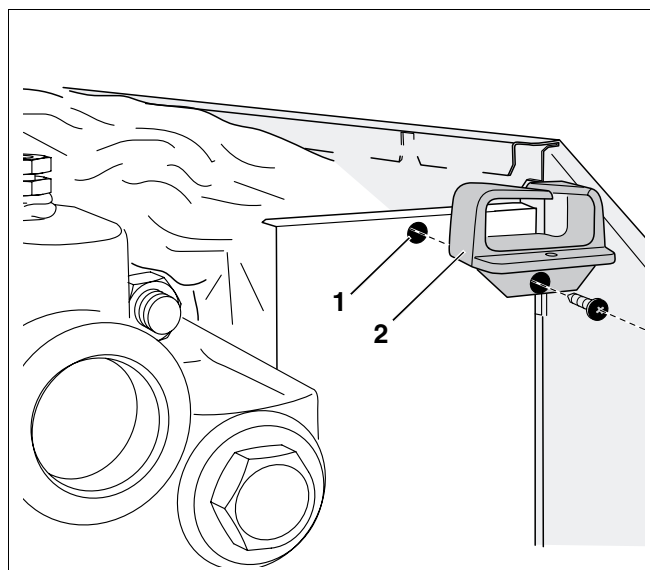

Fig. 50 Montajul stelajului pentru cable
- Stelajul pentru cable (Fig. 50, **Poz. 2**) se fixează prin șuruburi la gaura din spate (Fig. 50, **Poz. 1**) a cazanului.